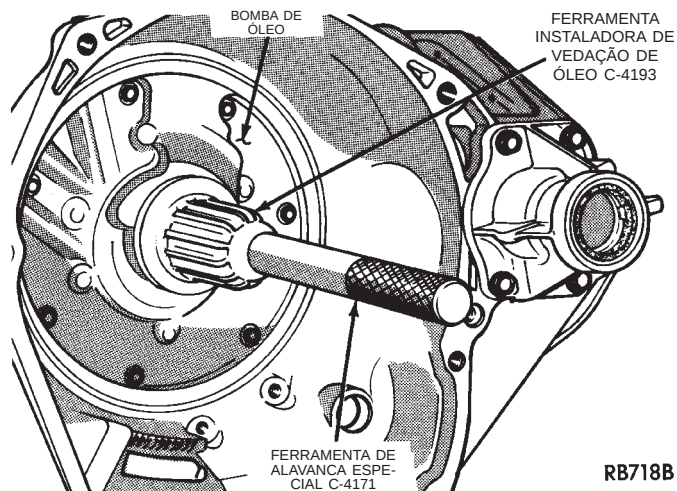

Fig. 8 Instalação da Vedação de Óleo da Bomba
(1) Para instalar uma nova vedação, coloque a vedação na abertura do alojamento da bomba (a borda de frente para a parte interna). Usando a Ferramenta C-4193 e a Ferramenta de Alavanca C-4171, coloque uma vedação nova no alojamento até atingir o fundo da ferramenta (Fig. 8).